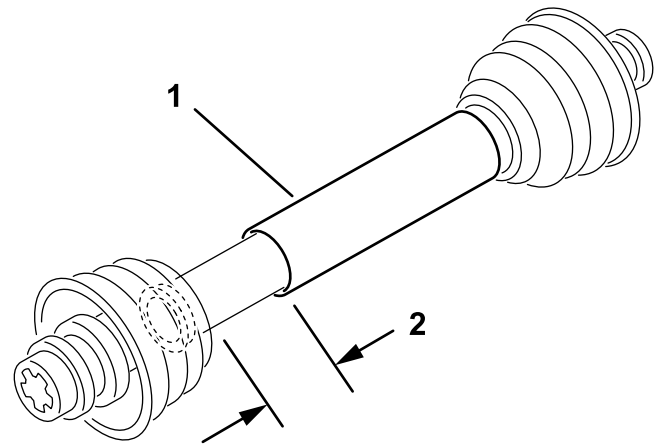

Figure 2
3. Quand l'arbre de PDF est accouplé à la machine, les 2 moitiés doivent disposer d'au moins 37 mm de jeu supplémentaire pour se rétracter à sa longueur minimale (Figure 2).